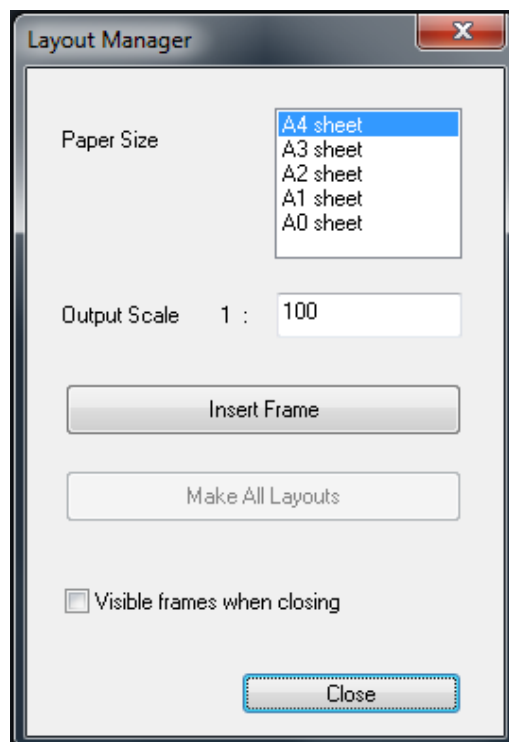
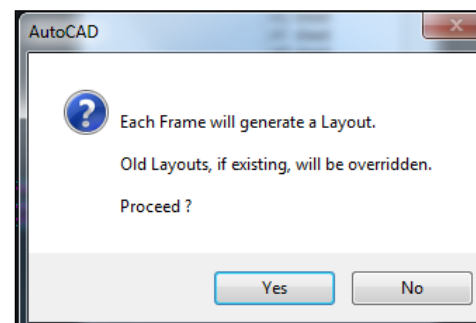

图 105 - 布局管理器窗口
图 109 覆盖窗口
- 第 10 步: **布局管理器**命令 () 激活图 105, 该窗口管理各种打印布局的创建, 允许:
如果用户希望取消布局，他们必须通过选择“**使所有布局**”命令（图 105）图 105：警报消息（图 109 将显示允许，通过选择 按钮，用户接受创建新的打印布局，这将覆盖以前创建的布局。